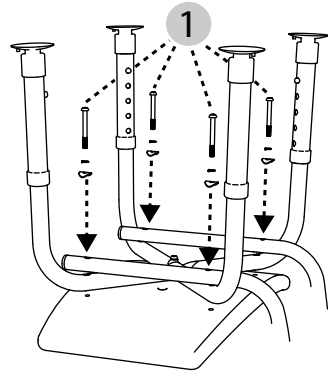

fig. 3
3. Ensuite, faites chevaucher les alésages des pieds télescopiques et ceux des tubes du dossier et vissez tous les composants à l'assise (fig. 3, 1). Utilisez pour cela les pièces suivantes : 4 × rondelles, 4 x vis de 55 mm.